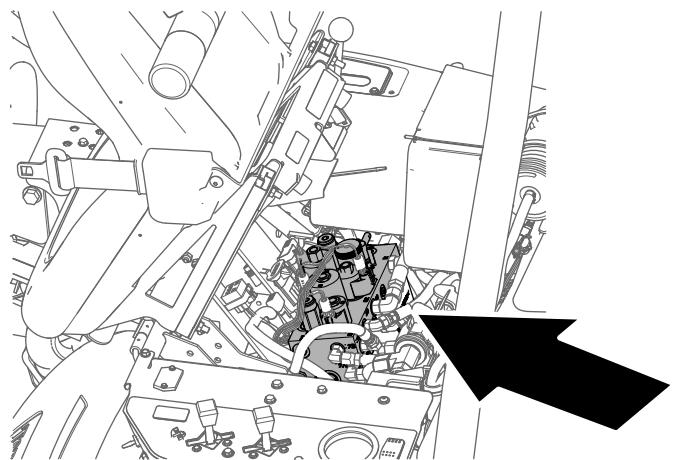

Figura 56
2. Incline el asiento del operador hacia adelante y coloque la varilla de sujeción (Figura 56).